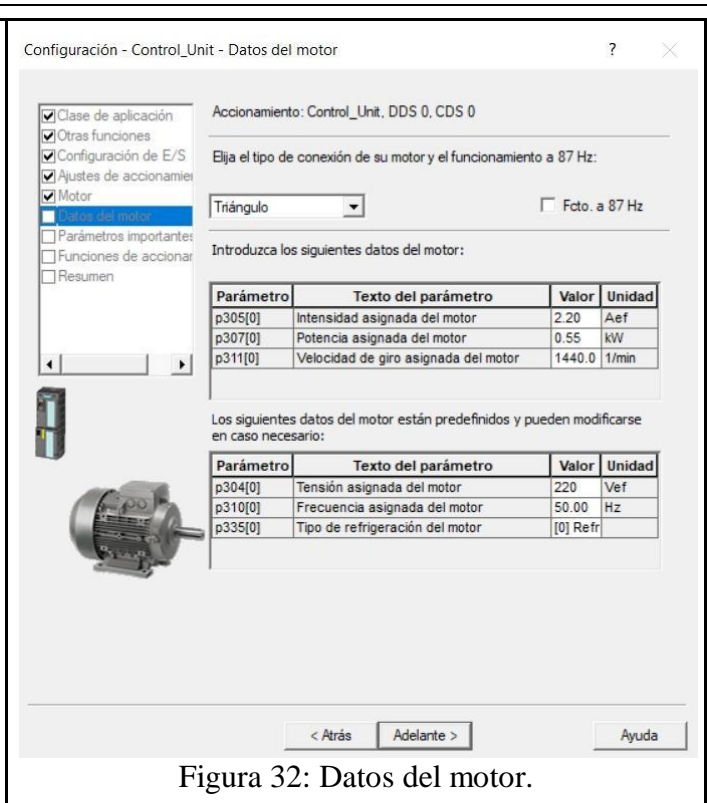

Figura 32: Datos del motor.
- En la ventana “Datos del motor” seleccionar el tipo de conexión del motor, para ello elegir la conexión “**Triángulo**”. Luego introducir los datos del motor tal como se puede ver en la Figura 32.